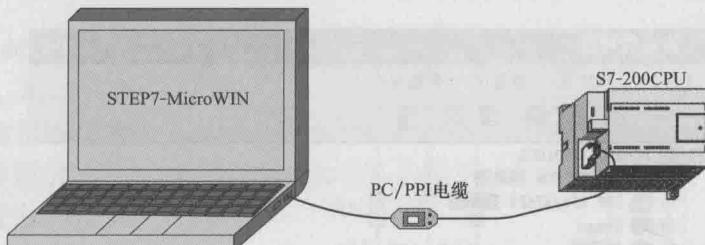

图 1-8 PC/PPI 电缆连接计算机与 PLC
(1) PC/PPI 电缆连接方式。使用 PC/PPI 电缆连接 S7-200 系列 PLC 与编程计算机，如图 1-8 所示。